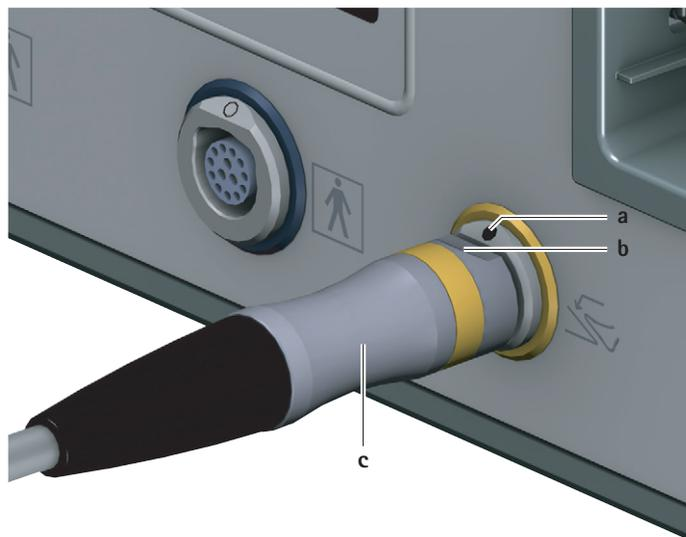

Fig. 2 Conexión del mando de pedal
- ▶ Colocar el conector del mando de pedal **c** de forma que la marca **b** del conector coincida con la marca **a** de la conexión para mando de pedal 6, ver Fig. 2.
- ▶ Desenchufar el conector del mando de pedal **c** de la conexión para mando de pedal **6**, ver Fig. 2.